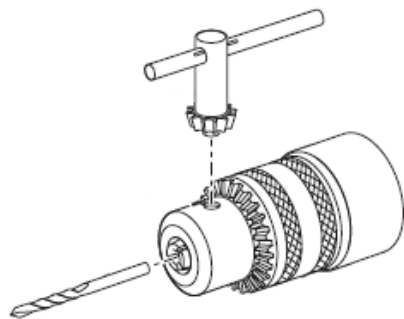

FIGURA 2
2. Encaixe a base do acessório ao mandril e com ajuda da chave mandril aperte igualmente nas três posições de fixação (figura 2);